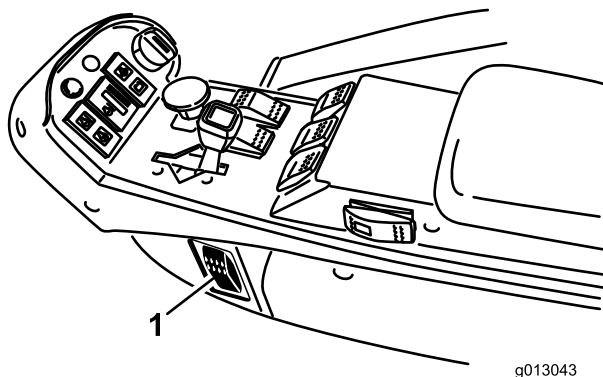

Figure 13
1. Poussez l'interrupteur d'éclairage (Figure 13) en position de marche pour allumer les phares.